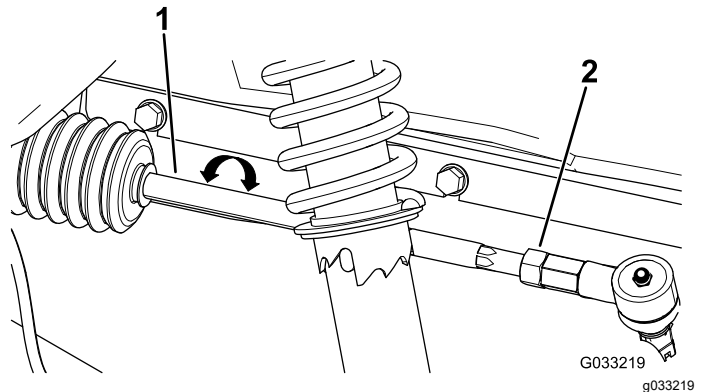

**Figure 82**
1. Desserrez les écrous de blocage à l'extrémité extérieure des biellettes (Figure 82).